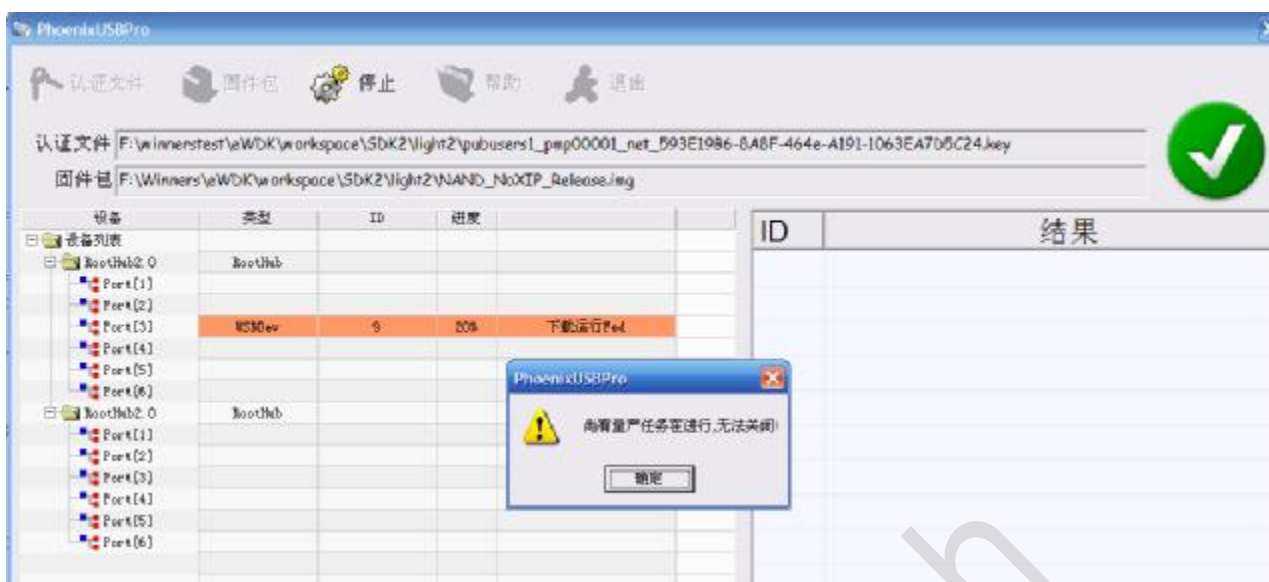

图 5.1
2. 当还有设备没有升级完毕时，点击  停止 按钮，会出现如下图（图 5.1）所示，无法停止。